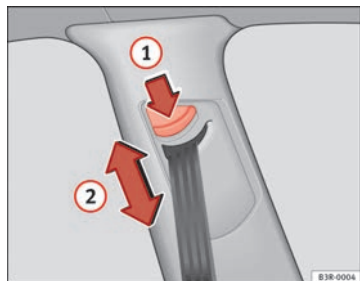

Fig. 17 Ajuste de la altura del cinturón (dispositivo-guía)
- Pulse la tecla ⇒ fig. 17 ① para ajustar la altura del cinturón.
- Desplace el dispositivo-guía hacia arriba o hacia abajo, de modo que la banda del hombro se deslice aproximadamente por el centro del mismo, pero **en ningún caso sobre el cuello** ⇒ fig. 17 ② ⇒ ⚠ en Colocación de la banda del cinturón de la página 26.